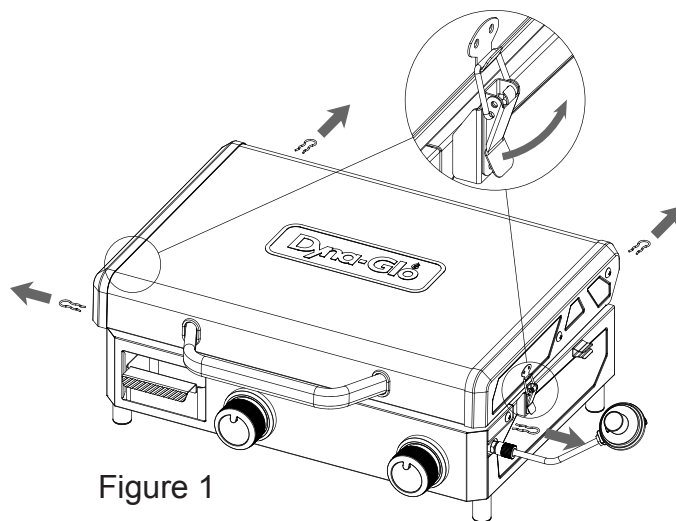

Figure 1
1. Assurez-vous que tous les boutons de commande sont en position ARRÊT (O), que la vanne d'alimentation en gaz est fermée et que le régulateur de gaz est déconnecté de l'alimentation en gaz.
2. Déverrouillez deux loquets de couvercle et retirez quatre pinces de verrouillage des goupilles; retirez le couvercle et la grille, comme illustré à la figure 1.